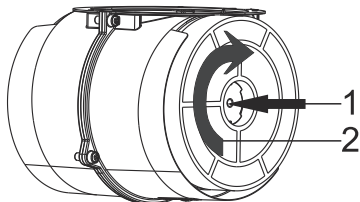

Fig. 6: FILTRO A CARBONE
- 1-Posizionare il filtro a carbone nella sua sede.Fig. 6
- 2-Ruotare il filtro a carbone in senso orario, assicurarsi che esso sia completamente in sede.Fig. 6